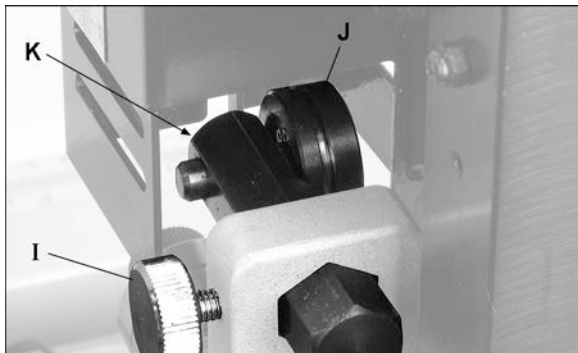
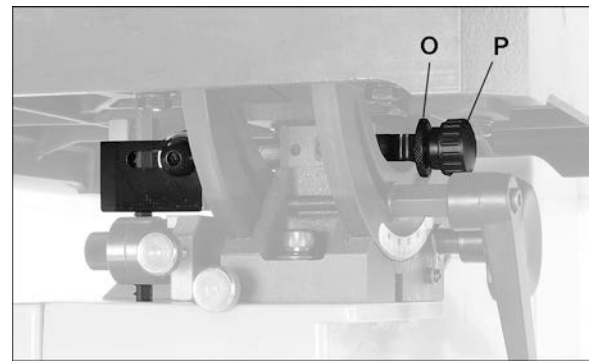

Fig 40
Fig 42
Die Rückenrolle mit der Stellschraube (P) auf einen Abstand von 1 mm zum Sägeband einstellen (Fig 40~Fig 42).